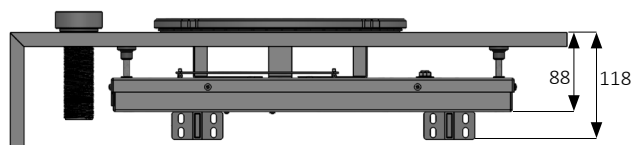

fig. 3
- Zodra de PITT® cooking module bijvoorbeeld boven een lade wordt gepland, dient u rekening te houden met de totale dikte van de unit en ondersteuningsset van 118 mm (Top Side en Front Side) gemeten vanaf de bovenkant van het blad (fig. 3).
- Om doorbuiging van het keukenblad te voorkomen, dient het kooktoestel ondersteund te worden met de PITT® cooking ondersteuningsset (fig. 3 en 4).